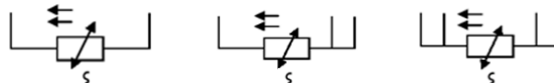

Рис.1
2.2.8 Схема подключения ТС без вторичного преобразователя приведена на рис.1 (2х, 3х и 4х проводная схема подключения, соответственно).